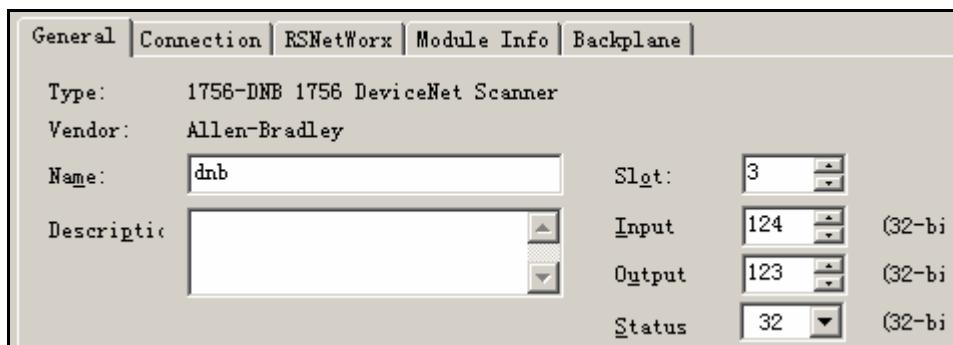

图 3-80 DNB 模块设置
14. 1756-DNB 模块位于 3 号槽，按照图 3-80 中所示内容填写，单击完成。